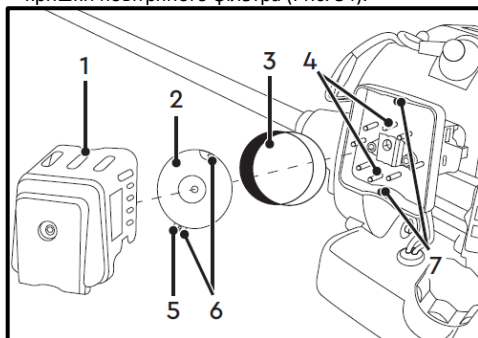

Рис. 55
- Зніміть кришку (1) корпусу повітряного фільтра з мотокоши (Рис. 55);
- Зніміть притискну пластину (2) фільтрувального елемента (3) (Рис. 55);
- Зніміть фільтрувальний елемент (3), ***залежно від моделі** – промийте його в чистій воді із милом та просушіть, або продуйте повітрям не більше 2,5 бара (замініть, якщо він пошкоджений) (Рис. 55);
- Після очищення фільтруючого елемента (3), встановіть його в корпус повітряного фільтра, розташувачи за кронштейнами (4) (Рис. 55);
- Розташуйте притискну пластину (2) фільтрувального елемента (3) виступаючою частиною (5) донизу (Рис. 55);
- Встановіть притискну пластину (2) отворами (6) на кронштейни (7) (Рис. 55);
- Встановіть кришку (1) корпусу повітряного фільтра на мотокошу (Рис. 55);